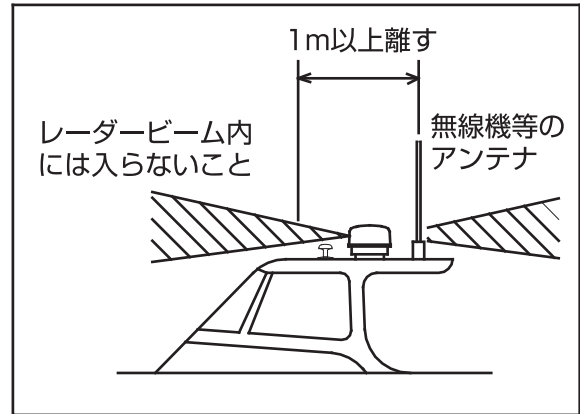

図2
- 図2のように他の無線機器との干渉を防ぐため、無線機・船舶電話等のアンテナとは1m以上離して下さい。またレーダーの送信ビーム内には入らないように注意して下さい。